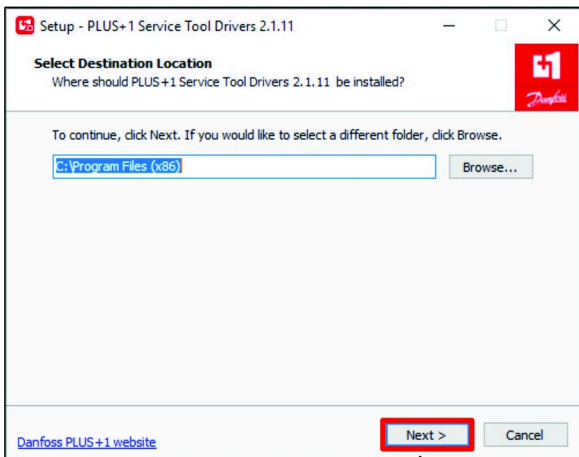

Figure 29
1. Dans la boîte de dialogue Sélectionner l'emplacement de destination, cliquez sur le bouton SUIVANT (Figure 29).